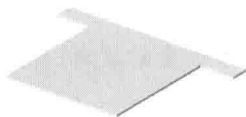

图 1.2 基体-法兰
Step2. 创建图 1.2 所示的钣金基础特征——基体-法兰。选择下拉菜单 **插入(I)** → **钣金(B)** → **基体法兰(A)...** 命令（或单击“钣金”工具栏上的“基体法兰/薄片”按钮 ）；选取前视基准面作为草图平面，在草绘环境中绘制图 1.3 所示的横断面草图，选择下拉菜单 **插入(I)** → **退出草图** 命令，退出草绘环境，此时系统弹出图 1.4 所示的“基体法兰”对话框；在 **钣金参数(S)** 区域的  文本框中输入厚度值 0.20mm，在 **折弯系数(A)** 区域的下拉列表中选择 **K 因子** 选项，把 **K** 文本框的因子系数改为 0.4，在 **自动切释放槽(T)** 区域的下拉列表中选择 **矩形** 选项，选中 **使用释放槽比例(A)** 复选框，在 **比例(T):** 文本框中输入比例系数值 0.5；单击  按钮，完成基体-法兰的创建。